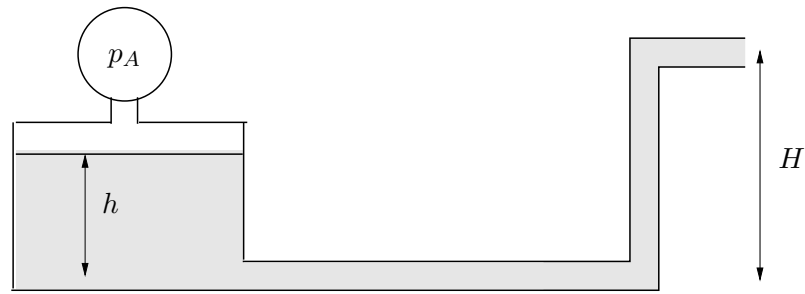

FIGURE 4 – Elévation du liquide par de l'air comprimé
2. On souhaite remplacer la pompe en mettant la citerne sous pression grâce à de l'air comprimé à une pression p_A (figure 4). Quelle valeur minimale doit avoir cette pression pour obtenir les mêmes conditions d'écoulement qu'à la question précédente.